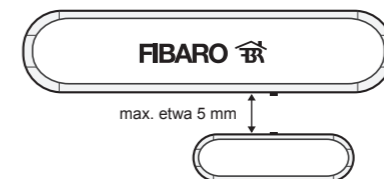

Abbildung 4 – Richtige Lage des Magnets gegenüber dem Sensor
4. Fixieren Sie den Door/Window Fibaro Sensor gemäß Abbildung 4.
Die richtige Lage des Magnetteils gegenüber dem Sensor wurde mit einer entsprechenden Wölbung am Gehäuse markiert (Abbildung 4).